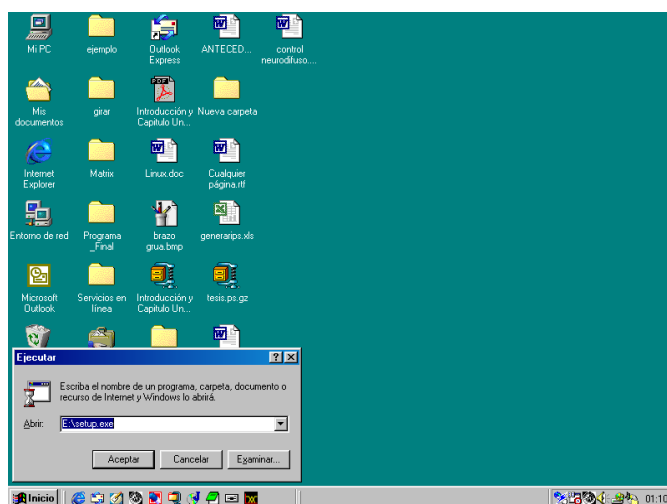

Figura 3. Pantalla ejecutar o run.
Paso 3: Inserte el CD, luego haga clic en el botón examinar y seleccione el disco “D” (Unidad de CD ROM). Escoja el archivo con nombre “programa.exe”, después de haber seleccionado el archivo, de nuevamente clic en botón “Aceptar”. Como se muestra en la Figura 3.